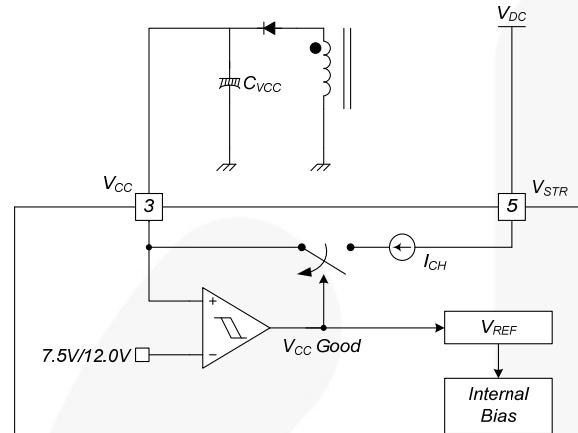

图 18. 启动框图
1. 启动：在启动期间，内部高压电流源提供内部偏压并为连接至 V_{CC} 引脚的外部电容器 (C_{VCC}) 充电，如图 18. 所示。当 V_{CC} 达到 12 V 时，FSL117MRIN 开始开关过程，并且内部高压电流源被禁用。除非 V_{CC} 低于停止电压 7.5V，正常的开关操作持续进行，电源由变压器辅助绕组提供。